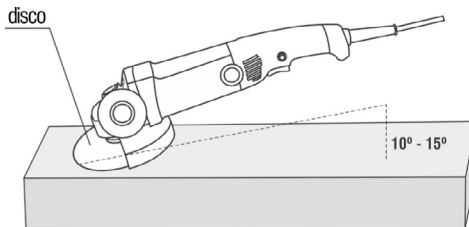

Fig. 10 – Ángulo correcto de esmerilado
4. Asegure la máquina en un ángulo de 10 a 15° en relación a la superficie a ser trabajada, Fig. 10. Si el ángulo fuera menor que el recomendado, el trabajo realizado con la herramienta será más difícil de controlar y forzará demasiado el equipo. Si el ángulo fuera mayor que el recomendado la calidad del trabajo quedará comprometida con muchas rugosidades en la superficie trabajada;